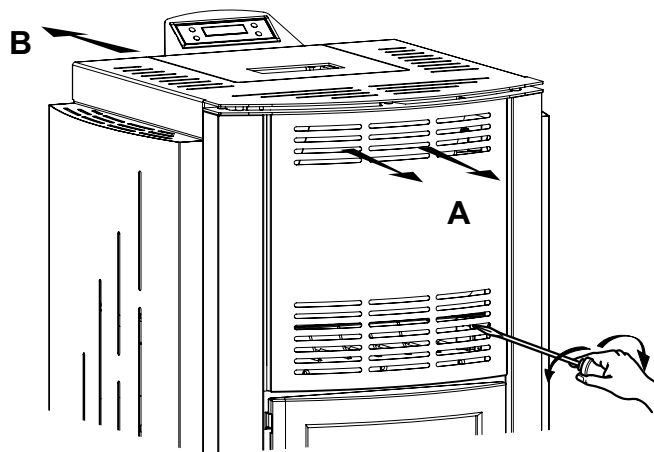

Fig.14.1
Una è quella di riscaldamento della stanza in cui è posizionata la stufa Fig.14.1 (A) attraverso le griglie frontali o superiori (in base al modello). L'altra è quella che permette di riscaldare anche ambienti distanti dalla stufa Fig.14.1 (B) predisponendo un impianto di canalizzazione dell'aria.